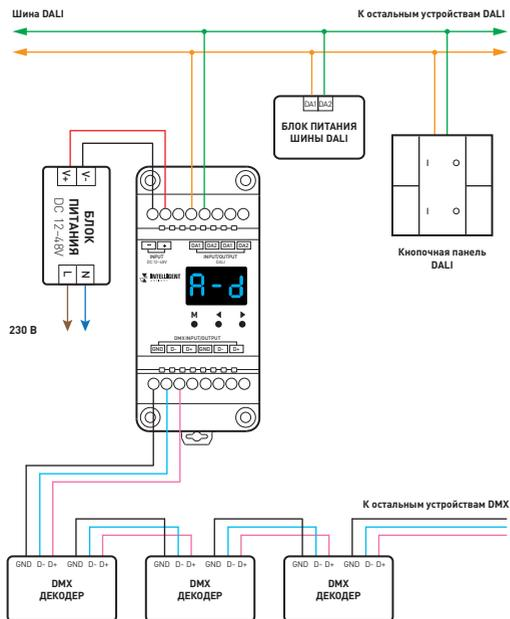
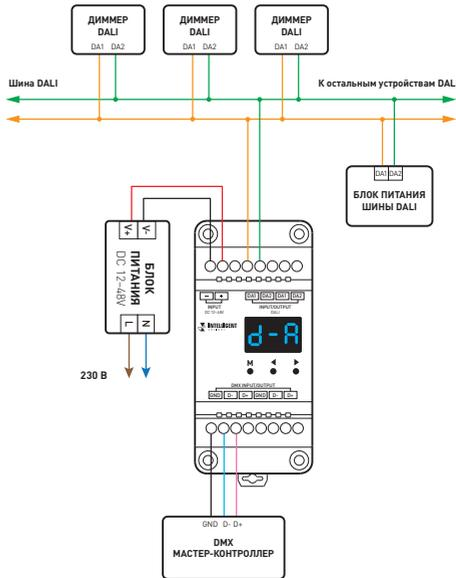

Рис. 2. Схема подключения при конвертации DALI в DMX
Рис. 3. Схема подключения при конвертации DMX в DALI
- 3.2. Подключите конвертер в соответствии со схемой (рис. 2 или рис. 3) в зависимости от необходимого направления конвертации протоколов.